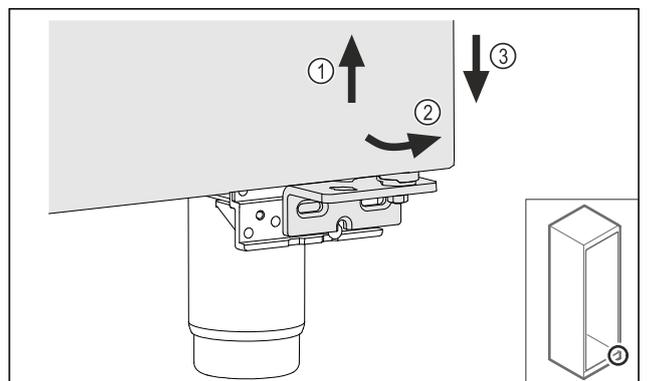

Fig. 23
- Soulever légèrement la porte Fig. 23 (1), la faire basculer vers l'avant Fig. 23 (2) et l'abaisser Fig. 23 (3).